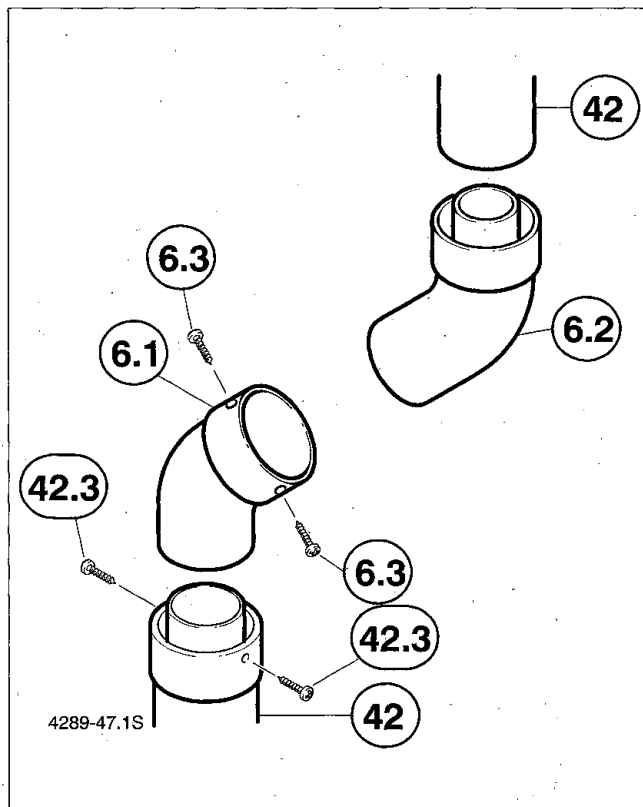

Bild 3
- Versatzbogen (6.1, 6.2) entsprechend Bild 3 einbauen und verschrauben.